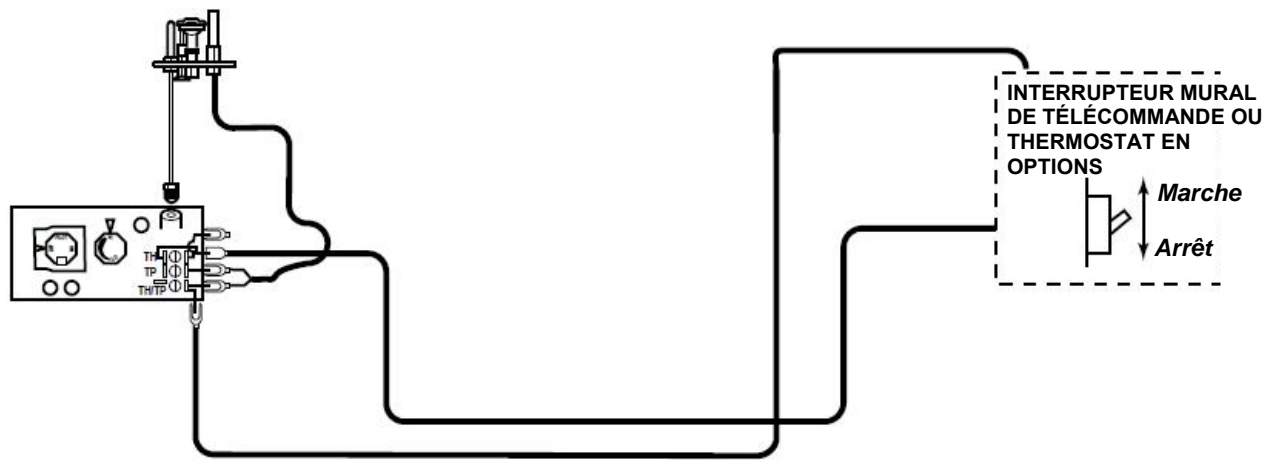

Figure 15 - Schéma de câblage pour l'interrupteur mural
Un interrupteur mural et jusqu'à quinze (15) pieds (4,50 m) de fil de calibre 18 peuvent être utilisés avec cet appareil. Attacher l'interrupteur mural dans une boîte de connexion à l'emplacement voulu sur le mur. Voir *Figure 15*.